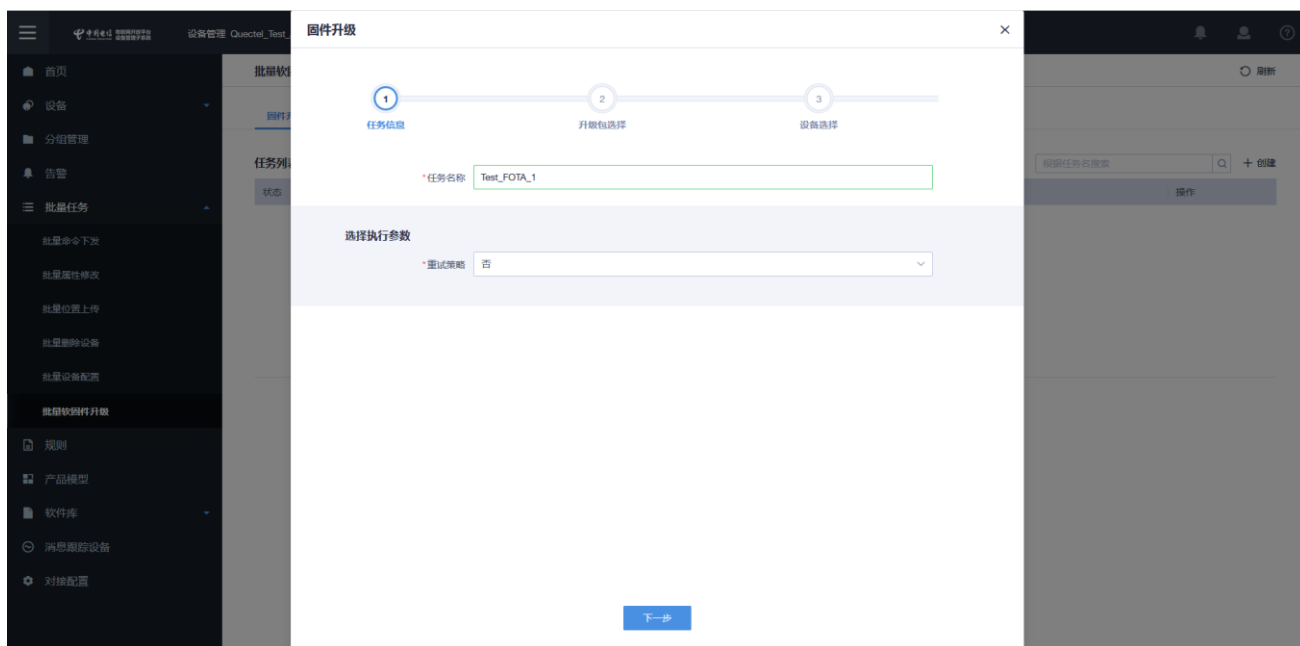

图 15: 创建批量升级任务
4. 选择需要升级的设备群组，完成平台升级任务的创建。如图 15 所示。